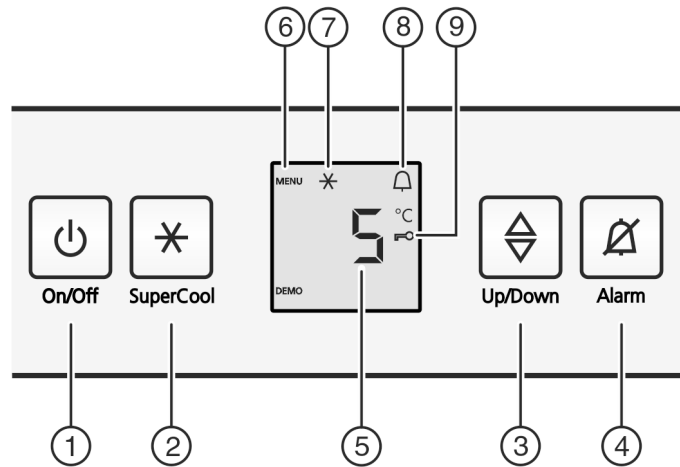

Fig. 2
- Premere il tasto On/Off Fig. 2 (1).
- Premere il tasto SuperCool Fig. 2 (2) per ca. 5 secondi.
- ▷ Sul display viene visualizzato il simbolo menu Fig. 2 (6).
- Confermare brevemente con il tasto SuperCool Fig. 2 (2).
- ▷ Sul display si illumina il simbolo sicurezza bambini Fig. 2 (9).
- Premere brevemente il tasto On/Off Fig. 2 (1).
- Premere il tasto Allarme Fig. 2 (4).
- Richiamare la funzione temperatura: premere il tasto di regolazione Fig. 2 (3).
- Modificare la temperatura con incrementi di 1 °C: premere il tasto di regolazione Fig. 2 (3) fino a quando nel display della temperatura non si illumina la temperatura desiderata.